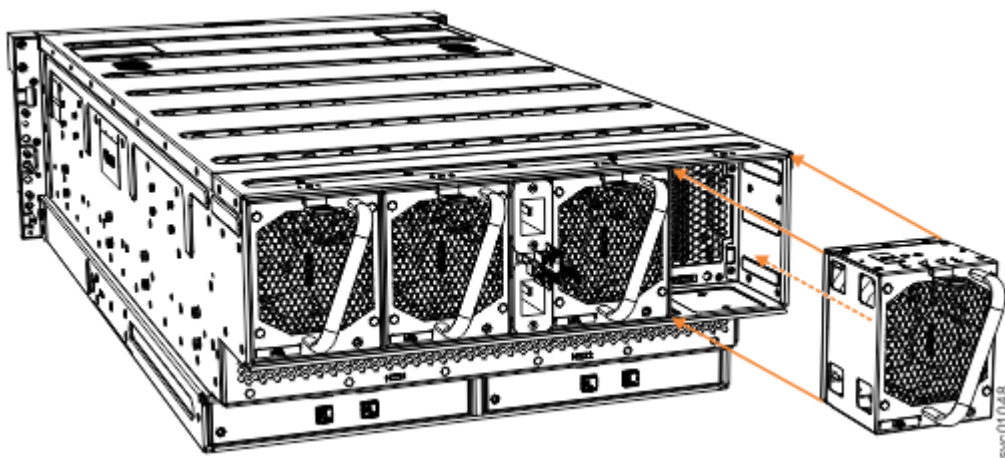

Рисунок 122. Удаление модуля вентиляции
3. За ручку выньте модуль вентиляции из шасси корпуса расширения (см. Рисунок 122 на стр. 108).